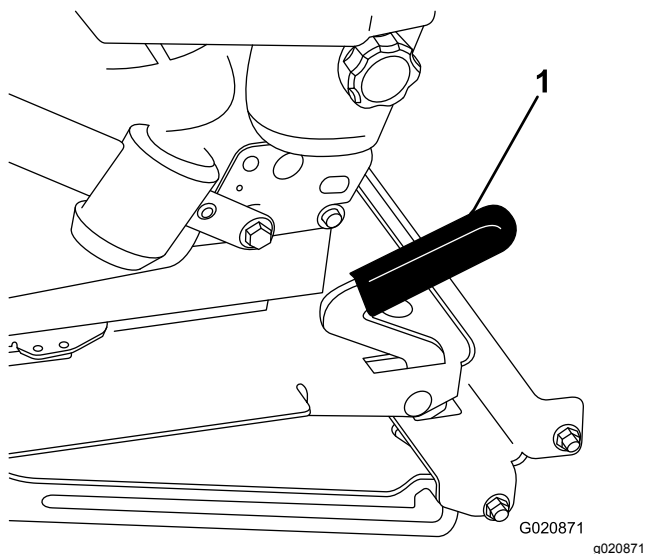

Figure 18
2. Tirez le levier de blocage en avant et soulevez-le pour débloquer le siège (Figure 18).